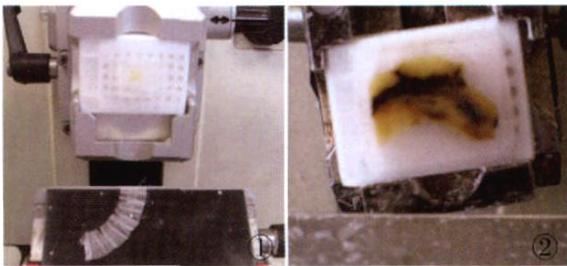

图 1、2 蜡块的上下两边与刀片的水平线不平行
1.1 切片蜡带弯曲 切片蜡带弯曲,是由于蜡块的上下两边与刀片的水平线不平行造成的(图1)。切片时蜡块要放正,保证底缘与刀片的水平线平行,不能一边高一边低(图2)。